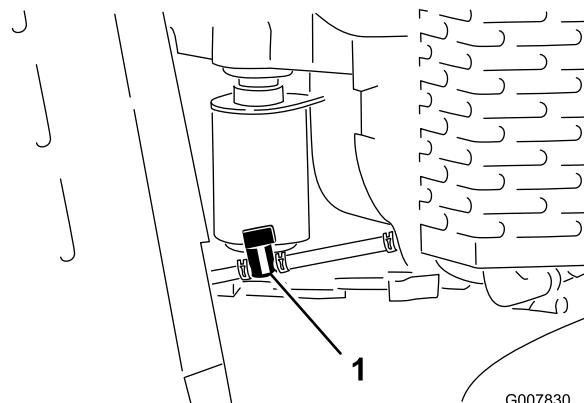

Bild 39
- Schließen Sie den Kraftstoffhahn (Bild 39).
- Drücken Sie die Enden der Schlauchklemme an der Motorseite des Kraftstoffhahns zusammen und schieben Sie ihn an der Kraftstoffleitung vom Ventil weg (Bild 39).
- Ziehen Sie die Kraftstoffleitung vom Ventil (Bild 39). Öffnen Sie den Kraftstoffhahn und lassen Sie den Kraftstoff in einen Benzinkanister oder eine Auffangwanne ablaufen.
- Drehen Sie den Kraftstoffhahn in die geöffnete Stellung (Bild 39).